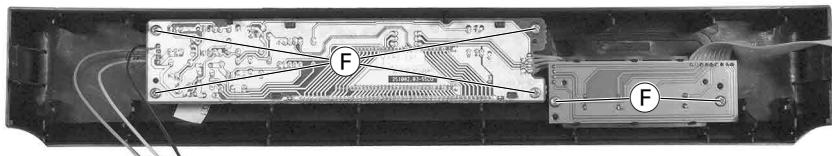

Fig. 4
- 6 Schrauben (F) herausdrehen (Fig. 4).
- Undo 6 screws (F) (Fig. 4).